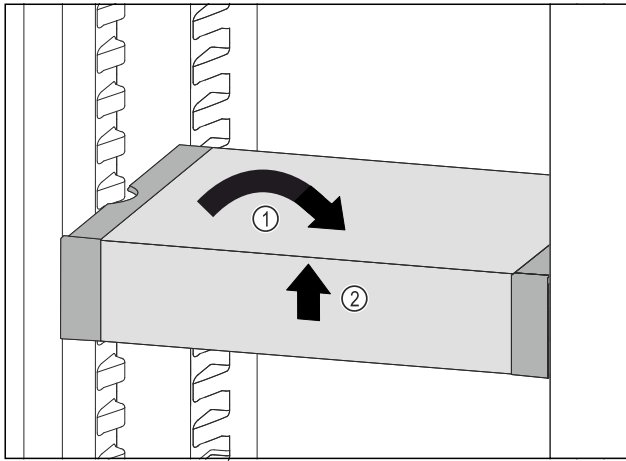

Fig. 38
- ▶ Collocare VarioSafe in maniera dritta. Fig. 38 (1)
- ▶ Sollevare VarioSafe dal lato anteriore. Fig. 38 (2)